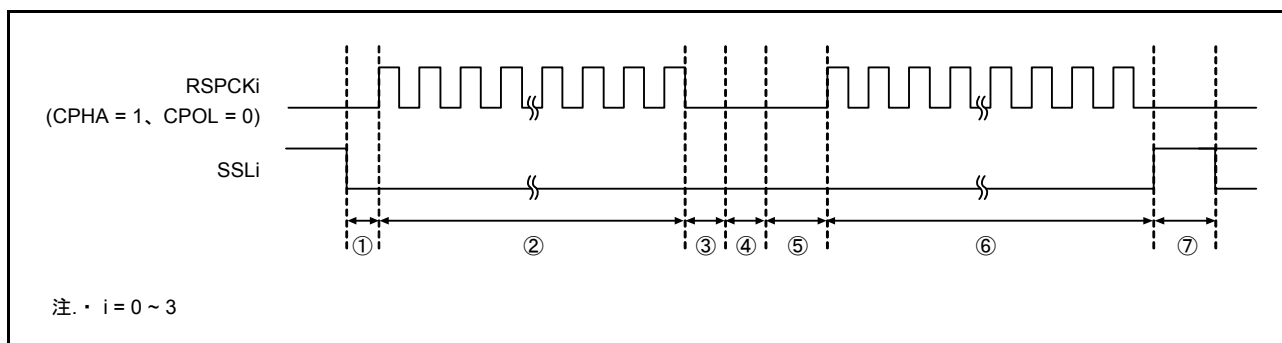

図 18.26 SSLKP ビットを利用したバースト転送動作の例
図 18.26 に、SBiCMD0 ~ 1 レジスタの設定を使用してバースト転送を実現した場合の SSL 信号動作例を示します。図 18.26 に記載した① ~ ⑦の SBI 動作内容について、以下に説明します。なお、SSL 出力信号の極性は、SBIi スレーブセレクト極性レジスタ (SBiSSLP) の設定値に依存します。
- ① SBiCMD0 レジスタに従った SSL 信号のアサートと RSPCK 遅延の挿入を実施します。
- ② SBiCMD0 レジスタに従ったシリアル転送を実行します。
- ③ SSL ネゲート遅延を挿入します。
- ④ SBiCMD0 レジスタの SSLKP ビットが“1”であるため、SBiCMD0 レジスタでの SSL 信号値を保持します。この期間は、最短の場合には SBiCMD0 レジスタの次アクセス遅延と同じだけ継続されます。最短期間を経過後にシフトレジスタが空の場合には、次転送のための送信データがシフトレジスタに格納されるまで、この期間を継続します。
- ⑤ SBiCMD1 レジスタに従った SSL 信号のアサートと RSPCK 遅延の挿入を実施します。
- ⑥ SBiCMD1 レジスタに従ったシリアル転送を実行します。
- ⑦ SBI_iコマンドレジスタの SSLKP ビットが“0”であるため、SSL 信号をネゲートします。また、SBI_iコマンドレジスタに従った次アクセス遅延が挿入されます。